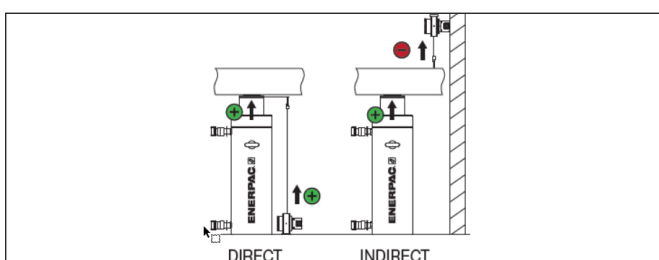

Abbildung 16: Direkte und indirekte Anordnung
1. „Direct / Indirect“ layout (Direkte / Indirekte Anordnung): Je nachdem, wo der Hubsensor positioniert ist, muss der Benutzer eine dieser beiden Optionen wählen. Wenn der Zylinderkolben und der Draht des Hubsensors gleichzeitig ausfahren (positive Bewegung), wird die Bewegung als „Direct“ (Direkt) bezeichnet. Wenn der Zylinder ausfährt, aber der Hubsensordraht eingefahren wird (negative Bewegung), wird die Bewegung als „Indirect“ (indirekt) bezeichnet. Für nähere Informationen siehe Abbildung 16.